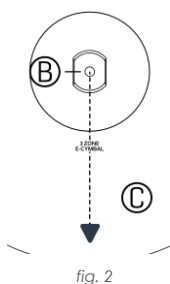

fig. 2
- 1 Svitare il dado inferiore (D) dell'Hi-Hat Clutch(A).
- 2 Fissare il blocco girevole (B) sull'asse della parte superiore della frizione (A).
- 3 Passare la frizione e il blocco girevole per il foro medio del piatto superiore (C).
- 4 Collocare il blocco girevole (B) dentro lo stampo del piatto, come nella fig. 2.
- 5 Avvitare il dado inferiore (D) sull'asse della frizione (A) un'altra volta e fissare il Paraurti in gomma (E) sul dado inferiore (D).
- 6 Per fissare leggermente il piatto, stringere il dado superiore (A).